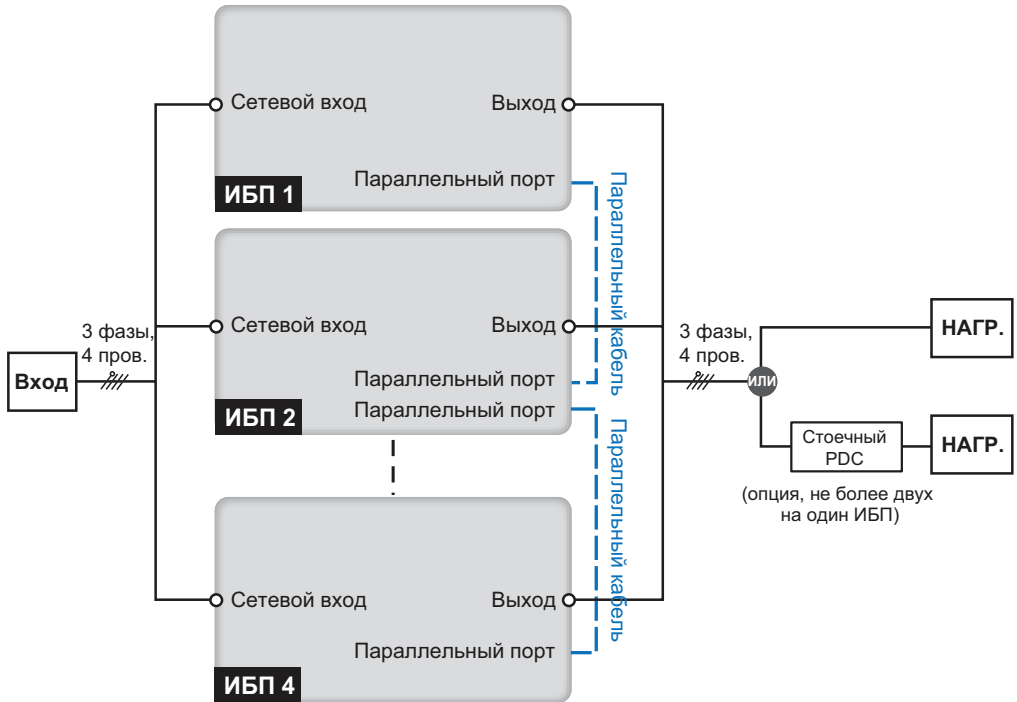

Рис. 5-10. Схема подключения в конфигурации с одним входом (параллельные ИБП)
2. Подключите к блоку зажимов ИБП источник переменного тока, нагрузки, стоечный PDC (опция, не более двух), внешний батарейный кабинет и заземление. См. **Рис. 5-8** и **Рис. 5-10**. Следуйте указаниям Руководства по эксплуатации PDC относительно монтажа, подключения, вентиляции и работы с этим устройством.